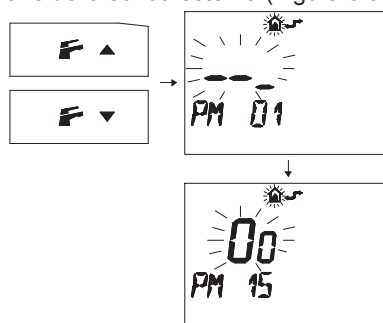

Figura 5.35
- Premere i pulsanti o per visualizzare la programmazione "PM 15" abilitazione della sonda esterna (Figura 5.35).